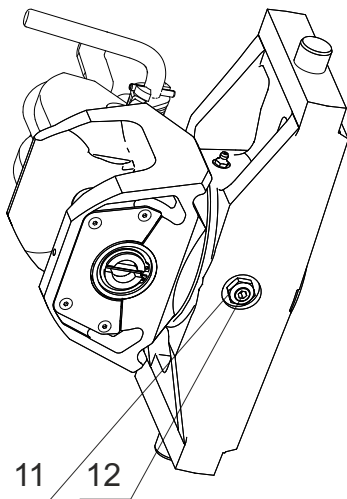

Bild 5
- ⇒ 6kt-Mutter (11) SW19 lockern; Gewindestift (12) mit Innensechskantschlüssel SW 6 verdrehen, bis ein axiales Drehmoment von ca. 30Nm erreicht ist. Rechtsdrehung erzeugt ein höheres, Linksdrehung ein geringeres Drehmoment. Abschließend die Kontermutter (11) wieder festziehen. [Bild 5]